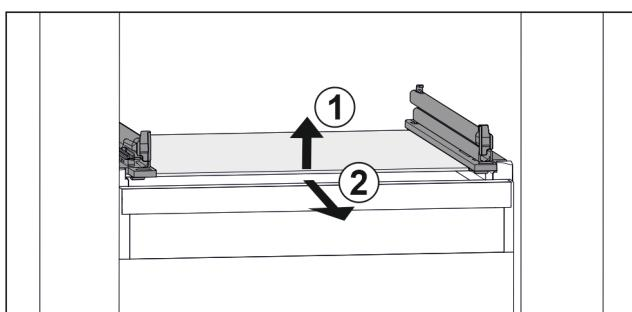

Fig. 38 Приближене відображення скляної пластини
- Підніти скляну пластину спереду. Fig. 38 (1)
- Вийняти скляну пластину рухом вперед. Fig. 38 (2)